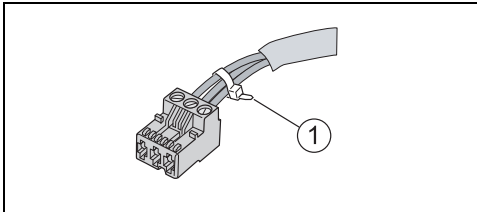

Bild 3 Leitungsadern fixieren
- ▶ Leitungsadern jeder angeschlossenen Leitung gegenseitig fixieren. Das kann durch kurzes Abisolieren des Leitungsmantels oder über Kabelbinder in der Nähe der Anschlussklemmen geschehen (→ Bild 3, Seite 5).